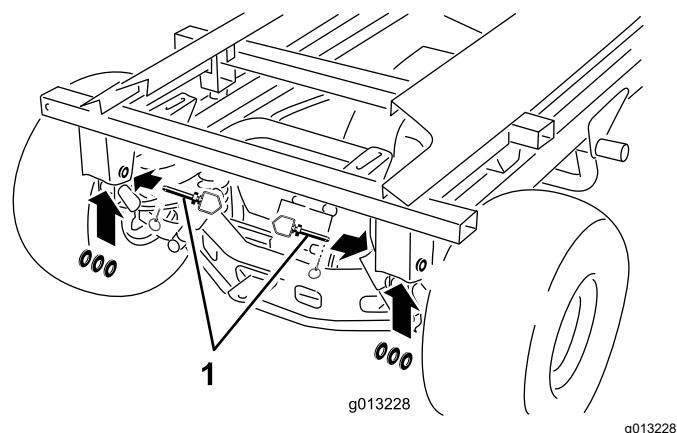

Figura 53
10. Îndepărtați cuiele de osie, tifturile de cuplare i aibele spate (Figura 53).